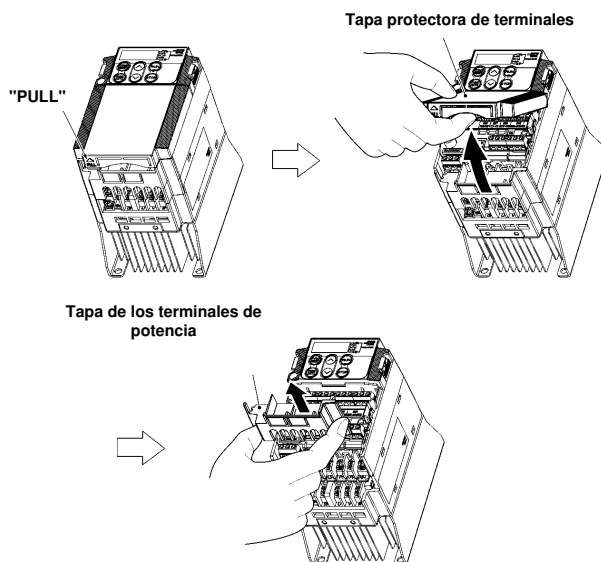

Figura 4.1 Cómo retirar las tapas (para variadores con una potencia inferior a 5.5 kW)
(1) Para variadores con una potencia inferior a 5.5 kW
- ① Para desmontar la tapa protectora de terminales, ponga el dedo en la marca de ésta (etiquetada "PULL"), y después tire de ella en dirección hacia usted.
- ② Para desmontar la tapa de los terminales de potencia, sujete sus extremos derecho e izquierdo con los dedos y deslícela en dirección hacia usted (consulte la figura 4.1)